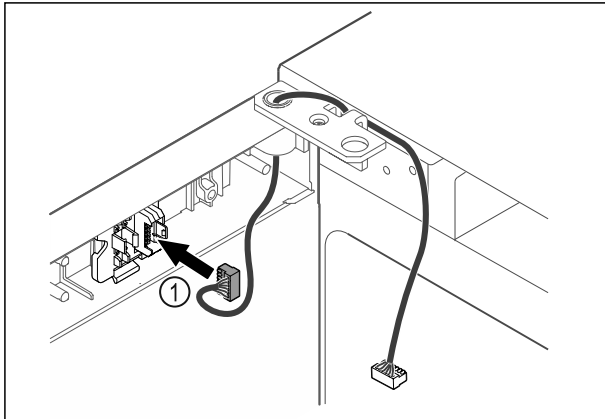

Fig. 44
- ▶ Aseta pistoke Fig. 44 (1) pistokkeenpitimeen.